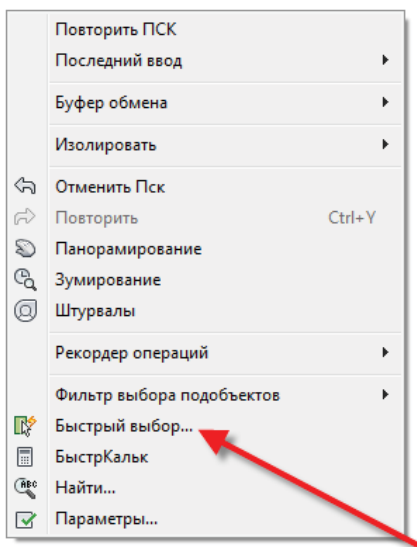

Рис. 2.1. Вызов команды Быстрый выбор
- **Esc** → ПКМ → **Быстрый выбор** (рис. 2.1);
- палитра **Свойства** → **Быстрый выбор** (рис. 2.1).